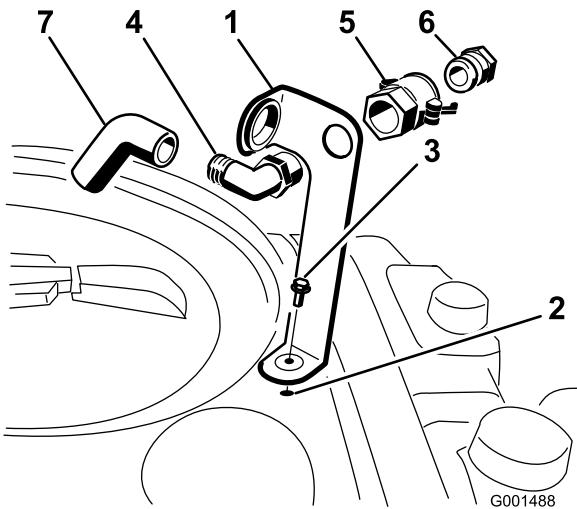

Figura 3
- Ponete la staffa del connettore di riempimento sopra il foro filettato nel serbatoio, e fissatela con un bullone a testa flangiata (5/16 x 3/4 pollice) (Figura 3).
- Inserite l'estremità filettata del raccordo a 90° nella staffa ed infilatevi il giunto ad accoppiamento rapido, fissandolo alla staffa (Figura 3).
- Montate l'adattatore del flessibile nel giunto ad accoppiamento rapido (Figura 3).
- Bloccate l'adattatore spostando le leve verso di esso, e fissatele con le coppiglie (Figura 3).
- Installate il flessibile di non ritorno nell'apertura larga della staffa e infilatelo nell'estremità filettata del raccordo a 90°(Figura 3).